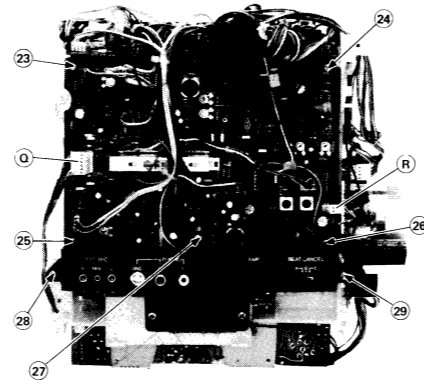

Figure 9-3
- 3) Remove the screws (27) to (29) holding the jacks P.W.B. and the screws (23) to (26) holding the record/playback amplifier P.W.B. Then both P.W.B. can be removed. See Fig. 9-3.
- 3) Die Schrauben (27) bis (29), mit denen die Buchsen-Leiterplatte befestigt ist, und die Schrauben (23) bis (26), mit denen die Aufnahme-/Wiedergabeverstärker-Leiterplatte befestigt ist, entfernen. Danach können beide Leiterplatten entfernt werden. Siehe Abb. 9-3.
- 3) Enlever les vis (27) à (29) qui maintiennent la plaquette de montage imprimé des prises femelles, et les vis (23) à (26) qui maintiennent la plaquette de montage imprimé de l'amplificateur d'enregistrement/lecture. Voir la Fig. 9-3.